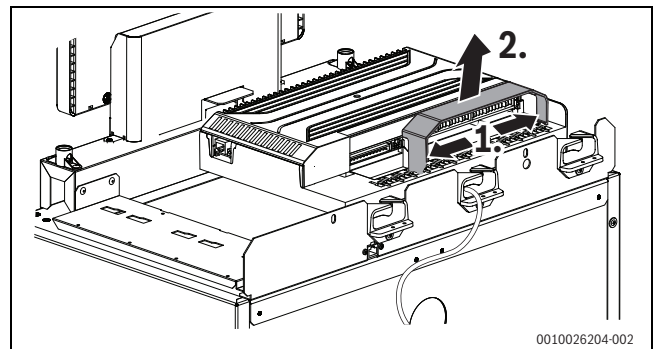

Bild 20 Schutzabdeckung der Anschlüsse abnehmen
- Gegebenenfalls Schutzabdeckung abnehmen (→ Bild 20).